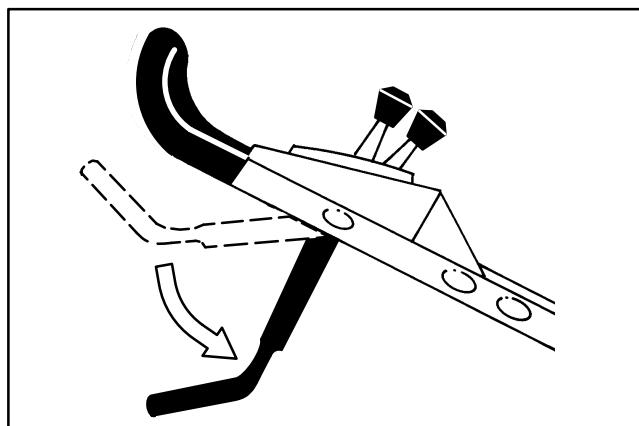

Abbildung 16
7. Die Schaltleiste in ihre tiefste Stellung bringen (Abb. 16).